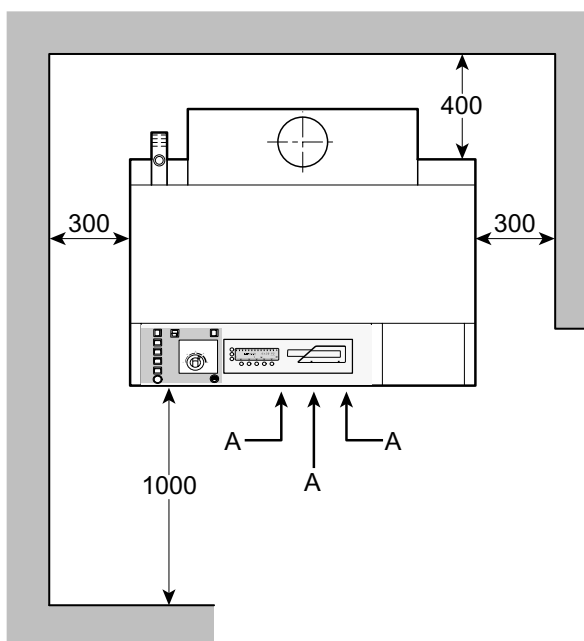

Рис.12 .
- Для доступа к арматуре котла, очистки нагревательных поверхностей необходимо соблюдение указанных на рис.12 минимальных расстояний.